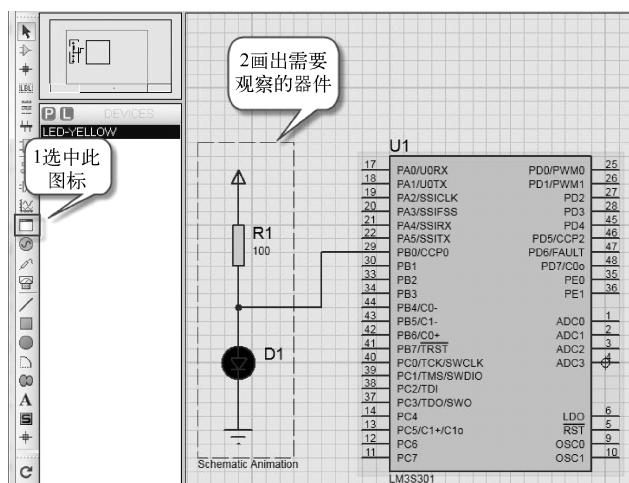

图 2-27 制作原理图动画 (Schematic Animation)
4) 制作原理图动画 (Schematic Animation), 如图 2-27 所示。